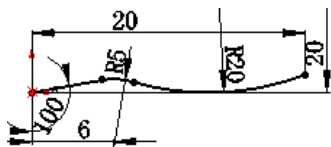

图 1.11 横断面草图
(2) 定义特征的横断面草图。
① 定义横断面草图。在草图环境中绘制图 1.11 所示的横断面草图。